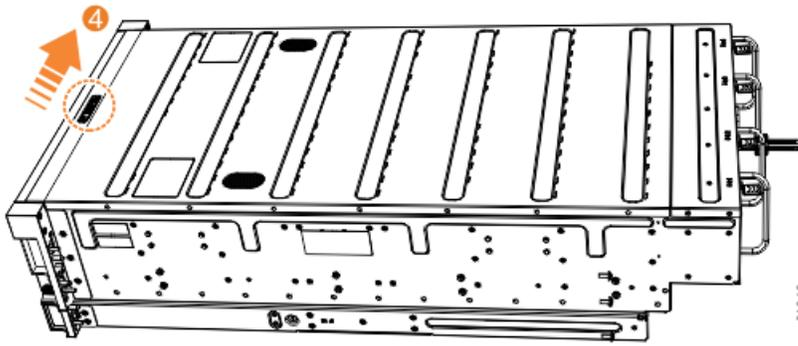

図 37. 上部カバーのロック
5. 58 ページの図 37 に示すように、解放レバー (4) をスライドさせて、カバーを所定の位置にロックします。